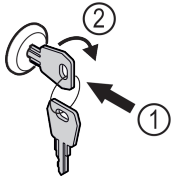

Fig. 164
- ▶ Dugja be a kulcsot Fig. 164 (1).
- ▶ Forgassa el a kulcsot 90°-kal az óramutató járásával megegyező irányba Fig. 164 (2).